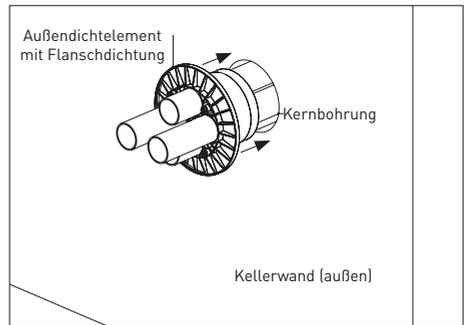

Abbildung 5.4: Außendichtelement in Kernbohrung
- Schieben Sie das Außendichteelement außenseitig über die Mantelrohre bis in die Kernbohrung, so dass der Flansch des Außendichtelements an der Kellerwand liegt (s. Abbildung 5.4).